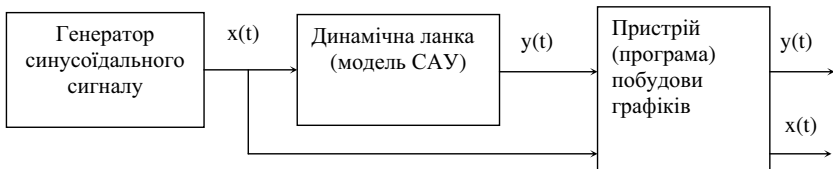

Рис. 16. Схема лабораторного обладнання для дослідження САУ
Схема лабораторного обладнання (рис. 16) виглядає так:
На рис. 16  $x(t) = x_m \cdot \sin(\omega t)$ ,  $y(t) = y_m \cdot \sin(\omega t + \varphi)$ .
1. Зняти і побудувати  $A(\omega)$  і  $\varphi(\omega)$ , скориставшись схемою рис. 16, динамічних ланок:  $W_4(s) = \frac{K_4}{1+T_1 \cdot S}$ ;  $W_5 = \frac{K_5}{S \cdot (1+T_5 \cdot S)}$ ;  $K_4=2$ ,  $T_4=0,3$ ;  $K_5=4$ ;  $T_5=0,5$ ;